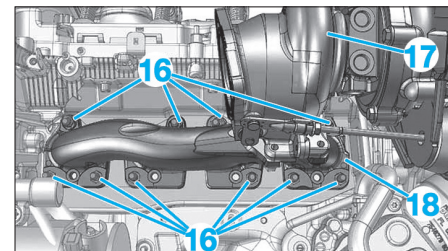

Fig. 55
- Débrancher le tuyau (10) de la vanne de régulation de pression de suralimentation.
- les vis (11) et (12),
- le support turbocompresseur (13),
- la vis de fixation (14) du tuyau de retour de graissage (15) du turbocompresseur.
- Désaccoupler le tuyau de retour de graissage (15) du turbocompresseur.
- les écrous de fixation (16) (Fig.55),